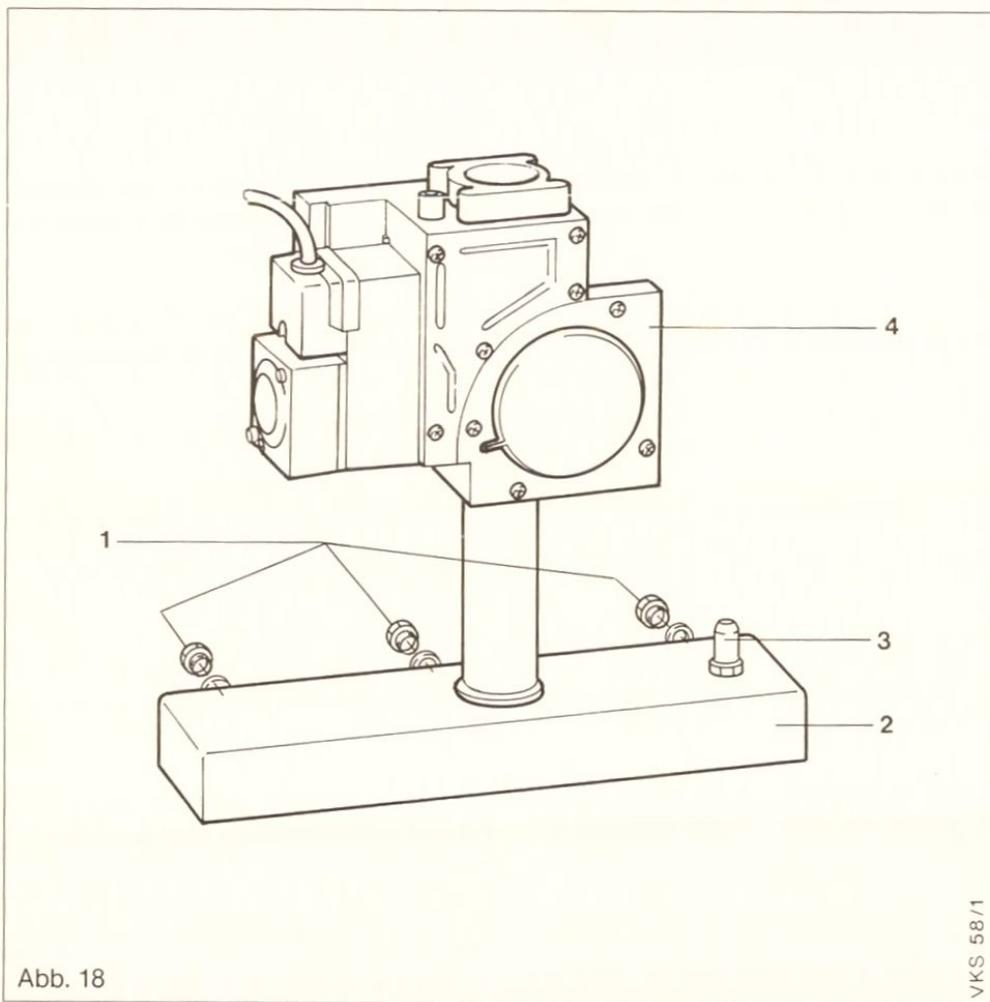

Abb. 18
Legende zu Abb.18
- b) Brennerdüsen (1), Abb. 18, austauschen.